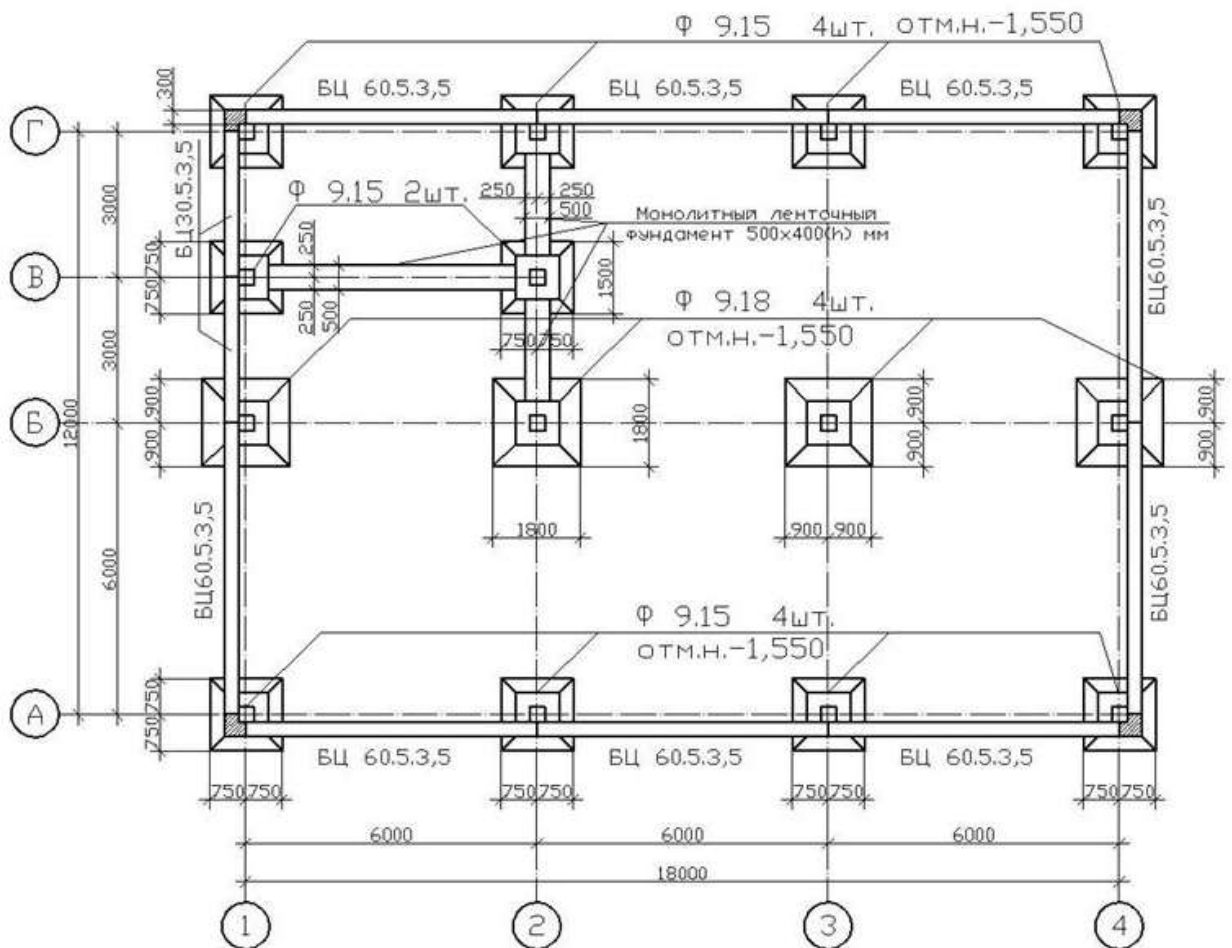

Рисунок 10.1 – Схема расположения столбчатых фундаментов
1. Вычертить координационные оси, по ним нанести столбчатые фундаменты согласно привязке колон (наружные - внутрь 130 мм, внутренние - центральная). Установить фундаментные балки, рис.10.1.